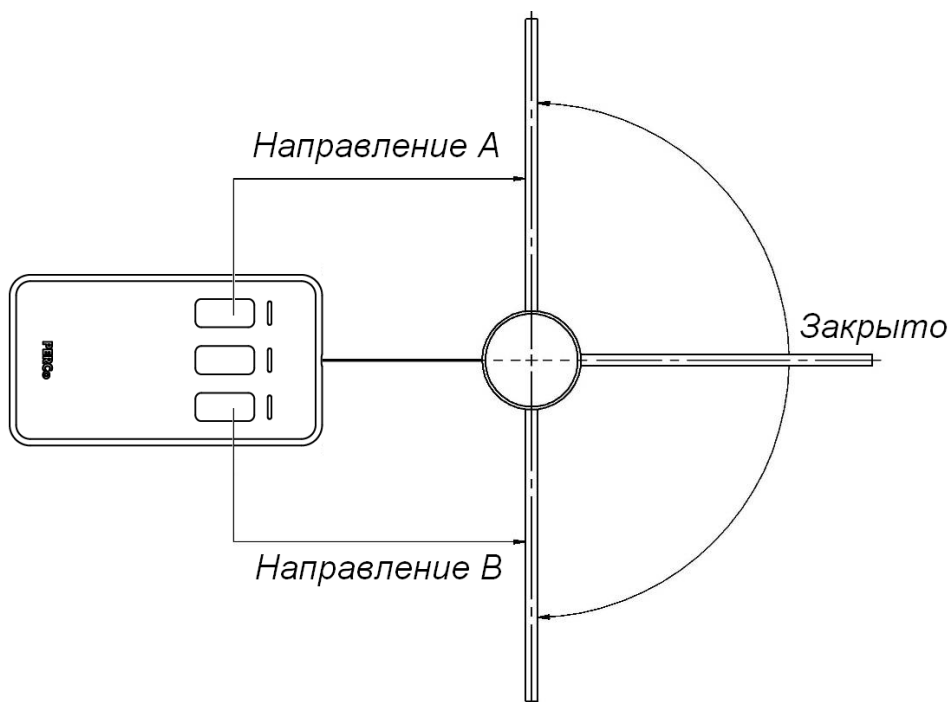

Рисунок 5. Стандартная ориентация ПДУ относительно направления раскрытия створки калитки
- **FireAlarmDir** – разъем предназначен для выбора направления открытия калитки при подаче сигнала аварийной разблокировки *Fire Alarm*. При установленной переключатель створка открывается в направлении А (см. рис. 5), при снятой в направлении В. При поставке переключатель установлена.
Стандартная ориентация ПДУ относительно направления раскрытия створки калитки показана на рис. 5. При необходимости ориентация ПДУ может быть изменена, для этого в схему подключения ПДУ, указанную на рис. 11, необходимо внести изменения в подключении проводов кабеля ПДУ к контактам клеммной колодки **ХТ2** в соответствии с табл. 2.